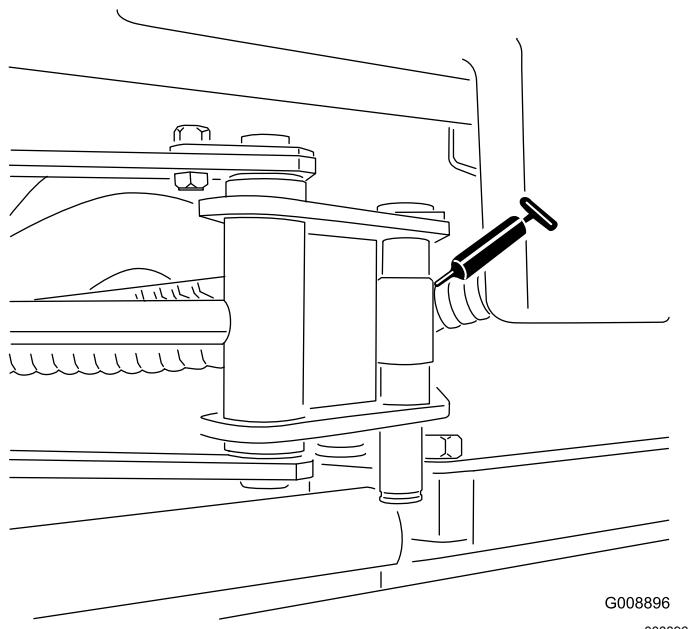

Figure 33
- Extrémités du vérin de SideWinder (2) (Figure 33)